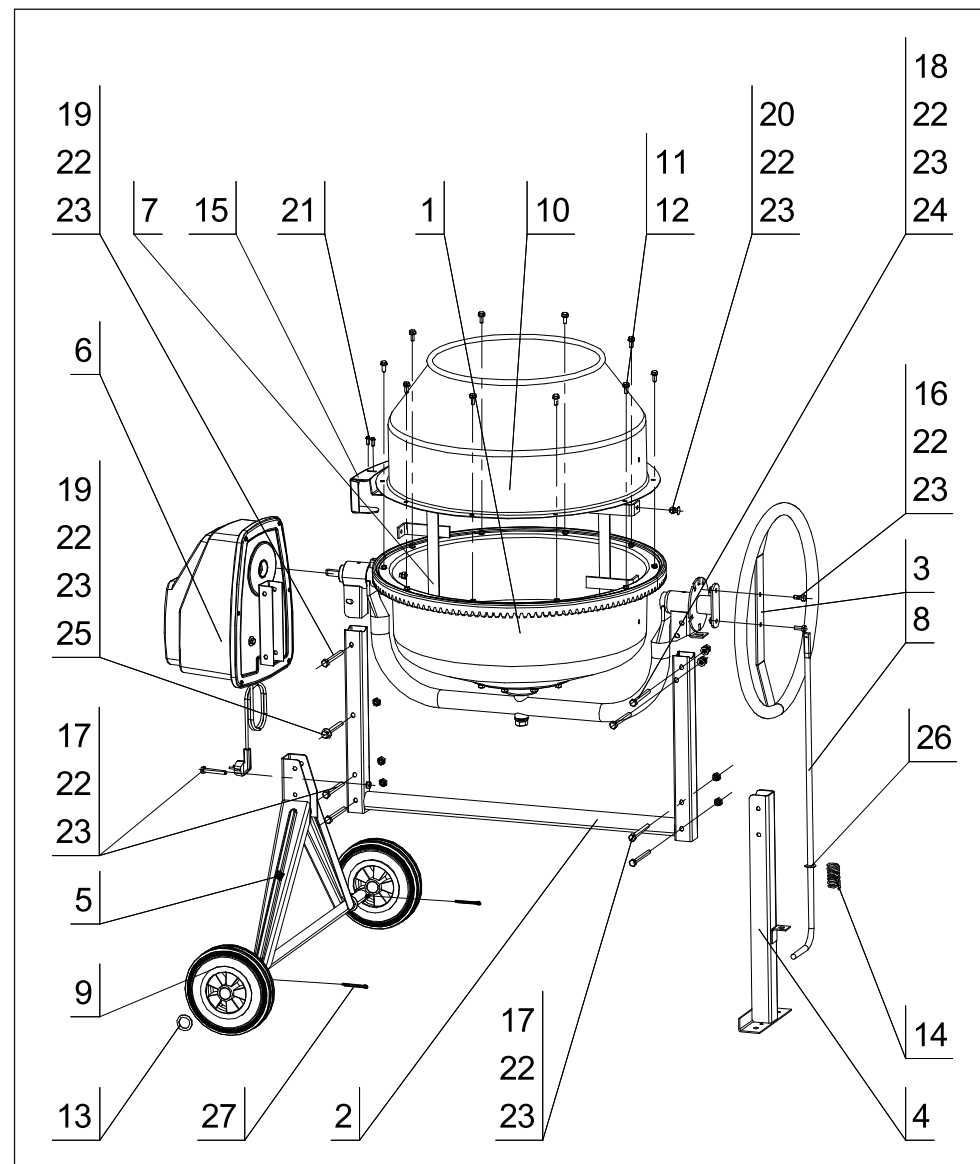

Рис. 1
5.1 Основными узлами бетоносмесителя являются барабан смесительный (поз.1+поз.10), траверса, рама поз.2, механизм опрокидывания (маховик) поз.3 и фиксации барабана поз.8, рамка нижняя поз.5, стойка поз.4, электропривод поз.6 и колеса поз.9 (см. рис.1).
Снаружи смесительного барабана закреплен зубчатый венец, внутри установлены две лопасти поз.7, осуществляющие перемешивание смеси (см.рис.1).
Траверса бетоносмесителя закреплена на раме, которая одновременно соединена с рамкой нижней поз.5, с установленными на ней колесами поз.9, и стойкой поз.4 (см.рис.1). Привод вращения барабана осуществляется от электродвигателя.
Поворот положения смесительного барабана в процессе работы осуществляется вручную с помощью маховика поз.3 и устанавливается в необходимом положении осью поз.8 (см.рис.1). Пуск бетоносмесителя осуществляется выключателем установленным на крышке электропривода.